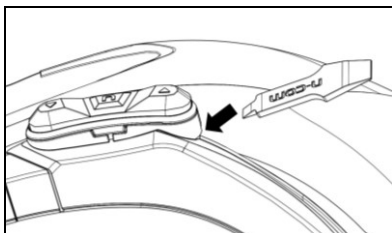

Fig. 26
- Remover o teclado da calota, exercendo pressão como indicado na Fig. 26.